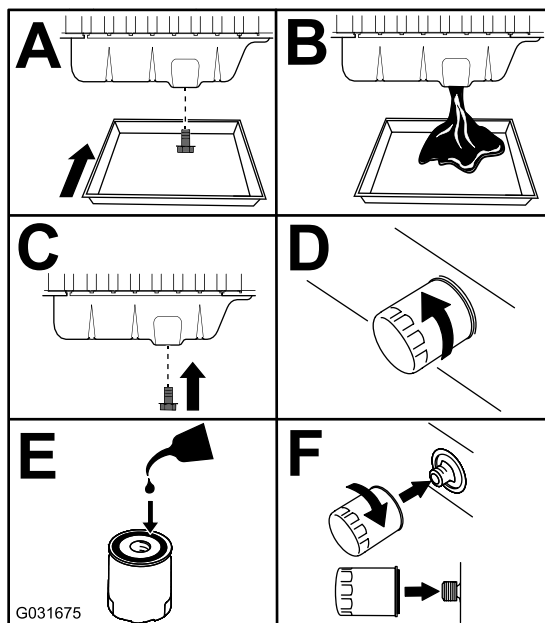

Figure 50
3. Vidangez l'huile moteur et remplacez le filtre à huile (Figure 50).